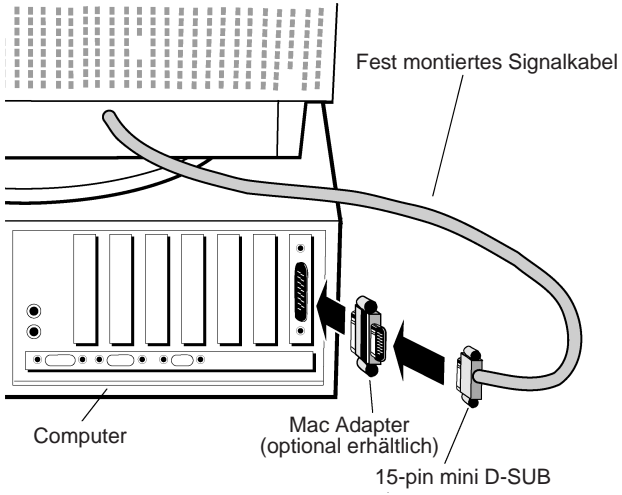

Abbildung B.1
**Für den Macintosh:** Stecken Sie den MultiSync A500+ oder den MultiSync A700+ Macintosh Signaladapter (Option) auf die entsprechende Buchse der Grafikkarte des Macintosh (Abbildung B.1). Stecken Sie den 15-pin mini D-SUB Stecker des fest montierten Signalkabels auf den Adapter am Rechner (Abbildung B1). Ziehen Sie alle Schrauben fest.